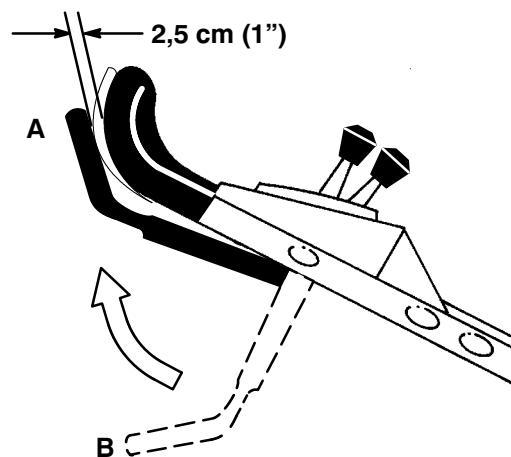

Figure 12
9. Relever la barre de commande en position normale "lame embrayée" (à 2 ou 3 cm du mancheron) (position A, Fig. 12). Un "bruit de ventilateur" indique que la lame de la tondeuse est en train de tourner.